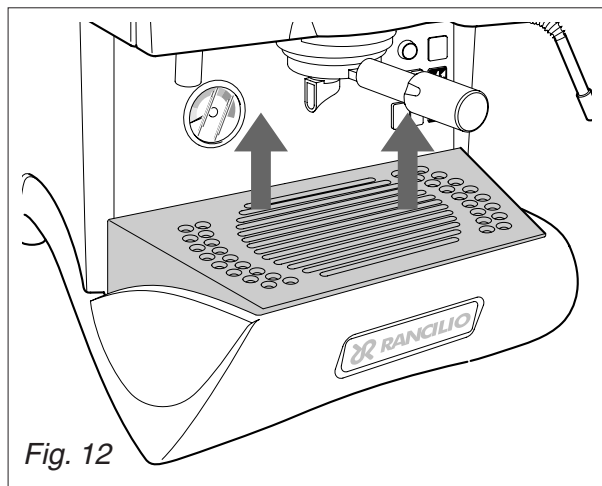

Fig. 12
- Togliere la griglia di appoggio tazze 1 (Fig. 12), provvedere alla loro pulizia